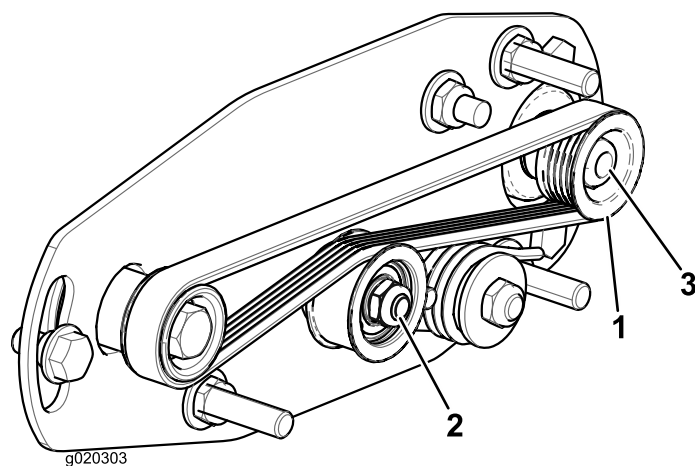
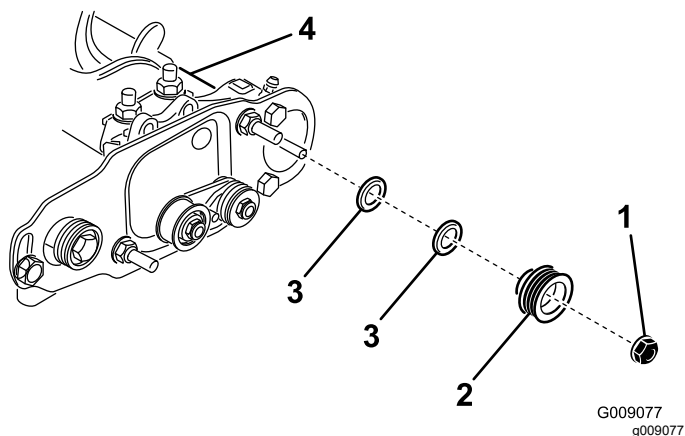

図 22
図 23
1. 受動プーリローラブラシのシャフト位置のは内外に動かすことができます 図 22。
2. リールを回しながらつまり駆動プーリを回しながら、駆動プーリからベルトをはずす 図 22。
3. 受動プーリをブラシシャフトに固定しているロックナットを取り外す 図 22または図 23。
4. シャフトから受動プーリを取り外す 図 23。
5. プーリを外側に出したい場合には、0.8mm 厚のワッシャを1枚入れる 図 23。